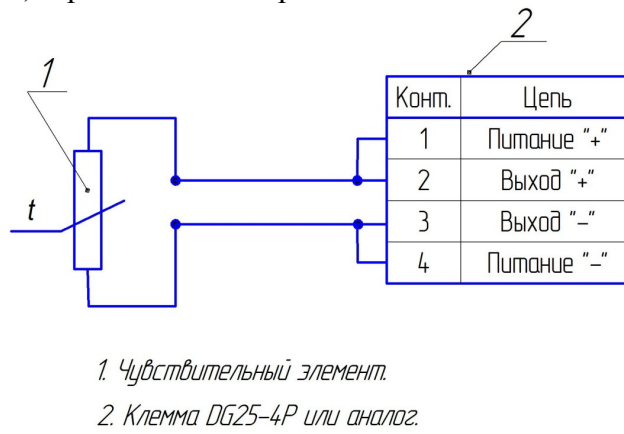

Рис. 5. Двухпроводная схема распайки чувствительного элемента.
1.4.1. Схемы внутренних соединений термопреобразователей (двухпроводная и четырехпроводная) приведены на рис.5 и 6.